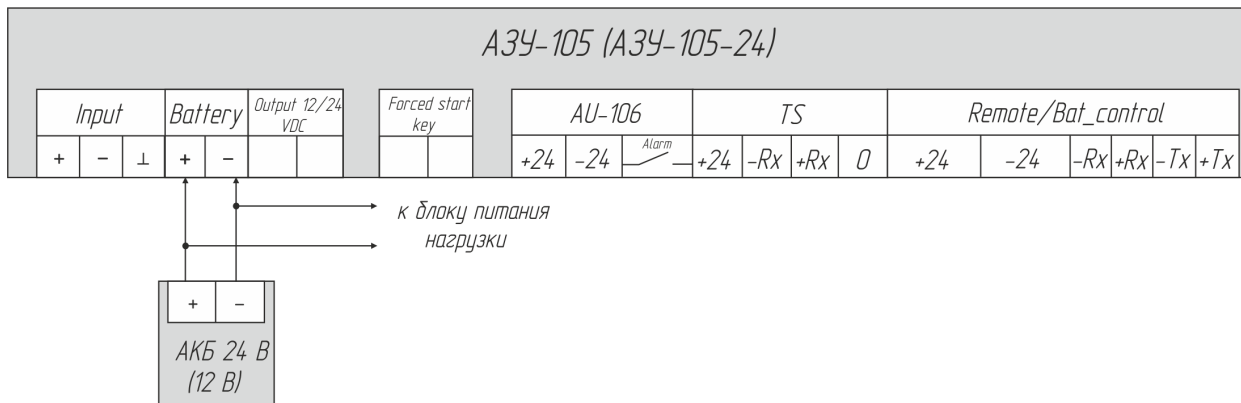

Рисунок 4 – Схема прямого подключения нагрузки к АКБ
1.3.2.4 Подключение нагрузки к АКБ может осуществляться двумя способами: прямым и коммутируемым, см. рисунок 4–5, соответственно.